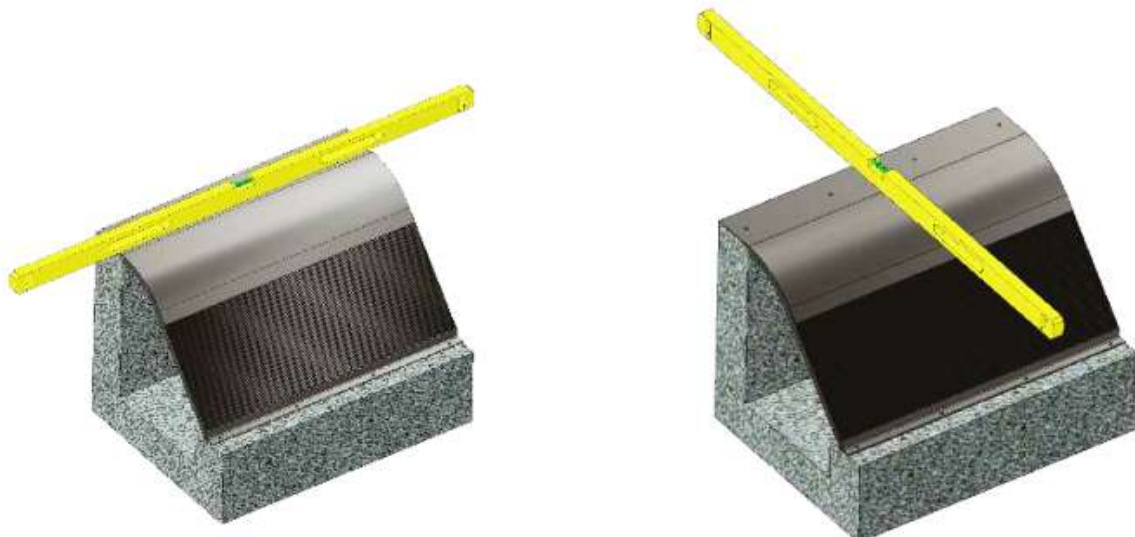

図 3: 水平検査
- スクリーンを取水構造物に設置した状態で、水準器を使用してコアンドスクリーンが水平になっているか確認します。図 3 に示すように、2 方向で水平を確認してください。